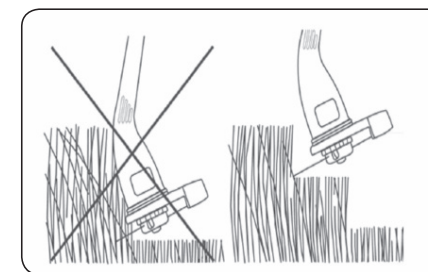

Abb. 7
- Trimmen Sie eine höhere Vegetation nicht in einem Schritt auf die erforderliche Vegetationshöhe, sondern in mehreren Schritten, um eine Überlastung des Motors zu vermeiden (siehe Abb. 7).